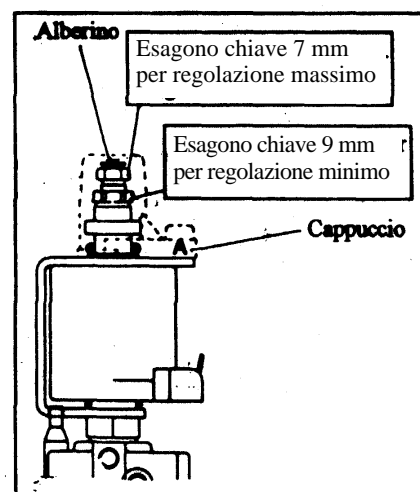

Fig. 2.8.2
- Smontare il cappuccio pos. A in fig. 2.8.2 svitando la relativa vite di fissaggio.
Regolare il modulatore di pressione della valvola gas, ved. fig. 2.8.2: